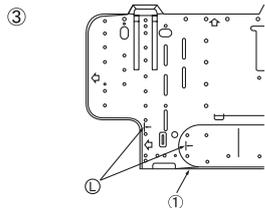
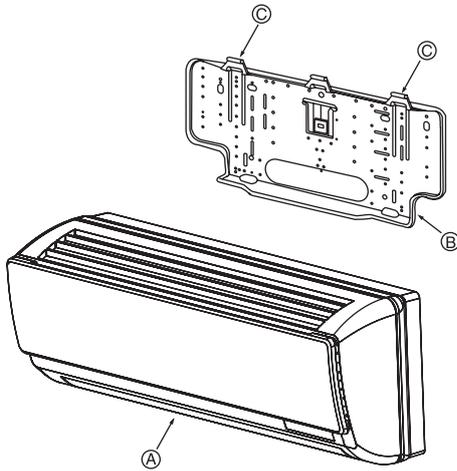

Fig. 3-7
Fig. 3-8
③ Если труба с раструбом должна быть укрепена на стене заранее: (Fig. 3-7)
- ① Настенный кронштейн
3.3. Установка прибора на стене (Fig. 3-8)
- ① Надежно поместите детали для навешивания внутреннего прибора над захватами настенного кронштейна.
- ② Когда прокладка труб будет закончена, закрепите внутренний прибор на настенном кронштейне с помощью фиксирующих винтов.